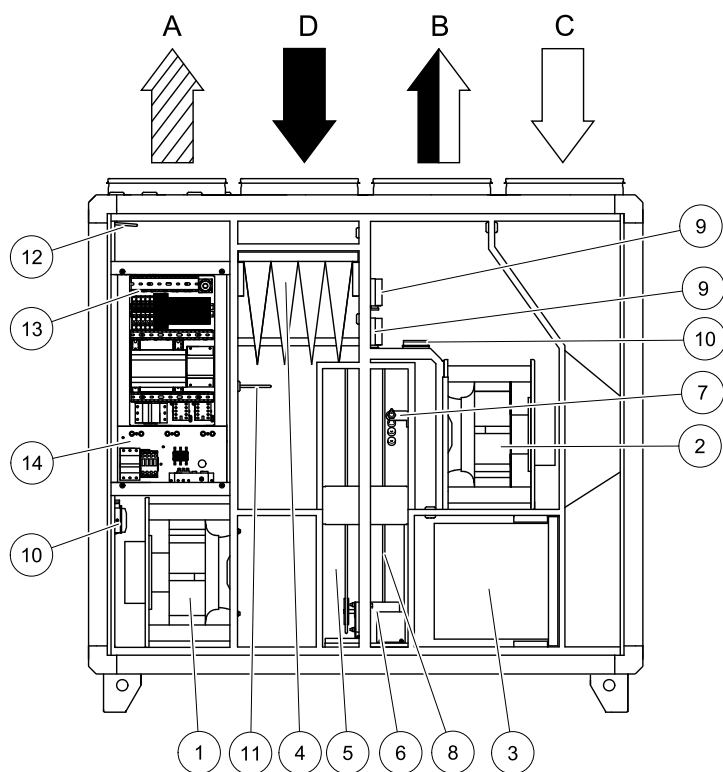

Рис. 2 Внутренние компоненты и символы соединений для воздуха (изображен левосторонний агрегат)
Р воздуха поддерживается на постоянном уровне с помощью двух датчиков давления, которые измеряют перепад давления на входных конусах крыльчаток вентиляторов (поз. 9 на рисунок 1 и поз. 10 на рисунок 2). Датчики давления устанавливаются производителем на все агрегаты типа САV. На агрегаты типа VAV производитель не устанавливает датчики давления. Вместо этого они поставляются вместе с агрегатом в неустановленном виде. Инструкции по установке датчиков давления в воздуховоды приточного и вытяжного воздуха агрегатов типа VAV см. в документе "Руководство по установке".
Датчик давления измеряет перепад давления на фильтре приточного и на фильтре вытяжного воздуха (pos.10 рисунок 1, pos.9 рисунок 2). Когда перепад давления достигает заданной критической уставки, на главном контроллере агрегата срабатывает сигнализация. Перепад давления можно задавать в пределах от 40 до 300 Па. Заводская установка критического перепада давления на фильтре — 240 Па.
На агрегатах Torvex SR/TR устанавливаются роторные теплообменники с ременным приводом и высоким КПД. Это позволяет нормально поддерживать заданную температуру приточного воздуха без использования дополнительного тепла. Теплообменник работает в автоматическом режиме в зависимости от заданной температуры. В комплект поставки входит дополнительный приводной ремень (поз. 8 на рисунок 1 и рисунок 2).
При необходимости подачи тепла двигатель ротора вращает теплообменник с требуемой постоянной частотой. Двигатель ротора управляется с помощью дискретного сигнала управления «вкл. / выкл.» (поз. 6 на рисунок 1 и рисунок 2).
Датчик регистрирует вращение ротора теплообменника. Он подключен к контроллеру агрегата, на котором срабатывает сигнализация, если при необходимости подачи тепла ротор останавливается (поз. 7 на рисунок 1 и рисунок 2).